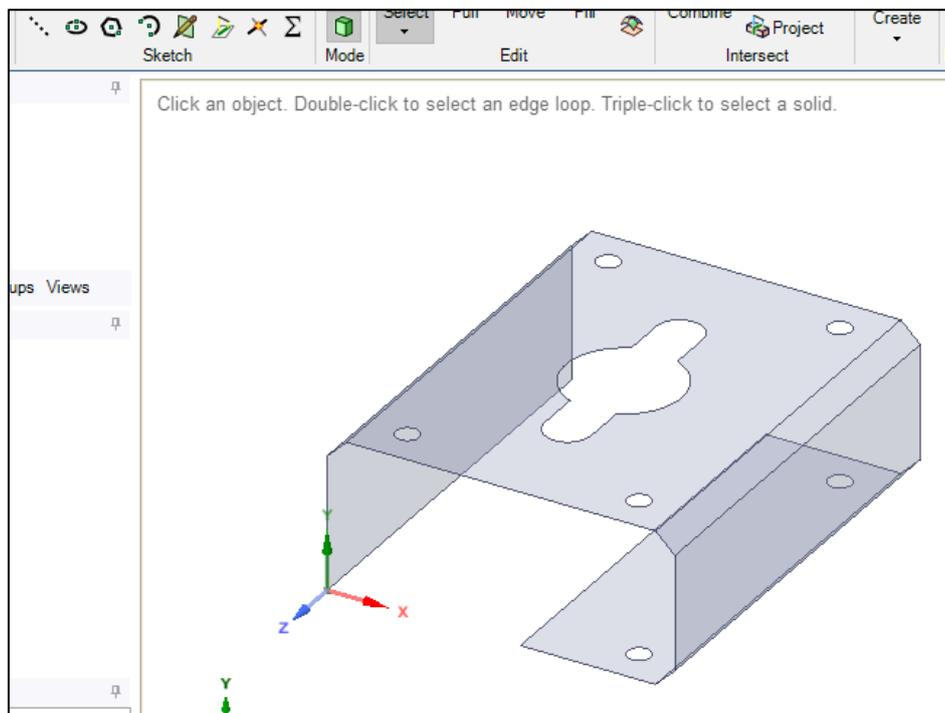

Рис. 11. Импорт геометрии
11.3. Для того чтобы найти созданную геометрию, переходим в папку с ней и выбираем отображение всех форматов – *All Files (*.*)*. Нажимаем на созданную геометрию с расширением «.x_t» и жмем кнопку *Открыть*. Импортированная геометрия показана на рис. 11.